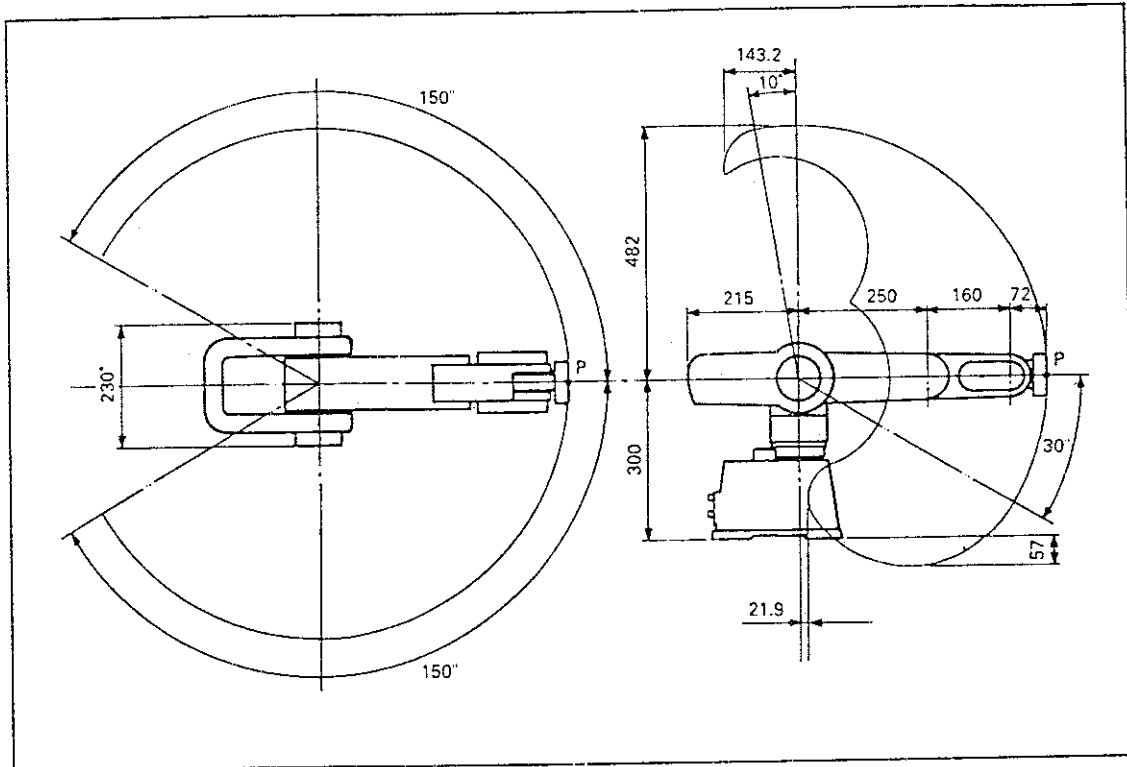

Abb. 1.3.4 Arbeitsraum
- Anmerkung 1: Der dargestellte Arbeitsraum in Abb. 1.3.4 bezieht sich auf die Mitte der Handmontageplatte, d.h. ohne installierte Hand.